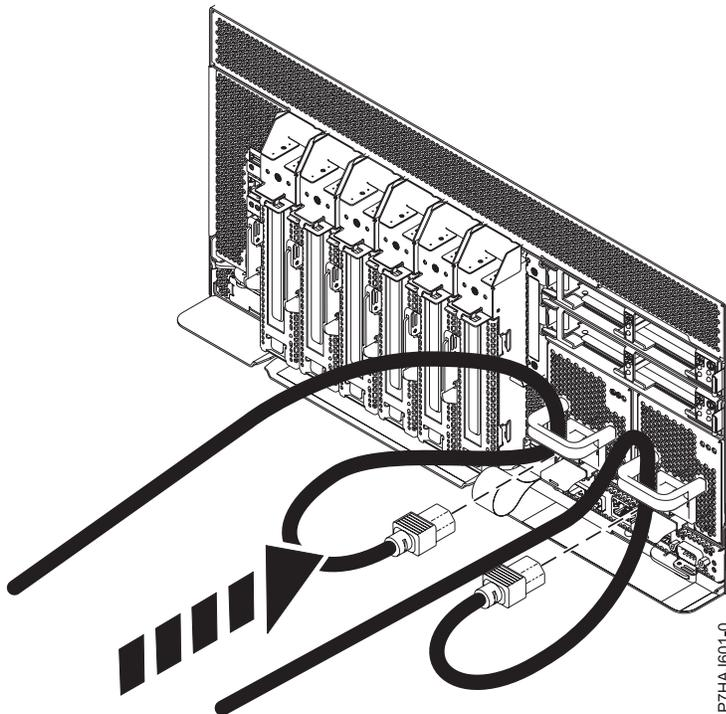

Abbildung 61. Netzkabel anschließen
2. Schließen Sie das Netzkabel erneut an die Systemeinheit an (siehe Abb. 61 auf Seite 129). Stellen Sie sicher, dass die Kabel durch die Griffe verlaufen.